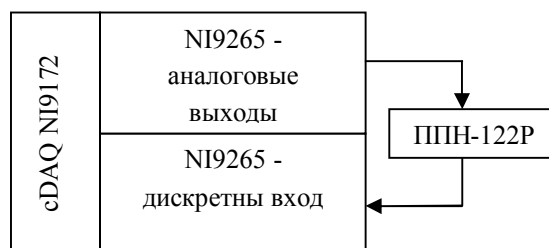

Рис. 1. Блок-схема
**Элементы АРМ.** Стенд автоматизированной поверки построен на базе аппаратных решений CompactDAQ и программного пакета LabView National Instruments и включает в себя (рис. 1):